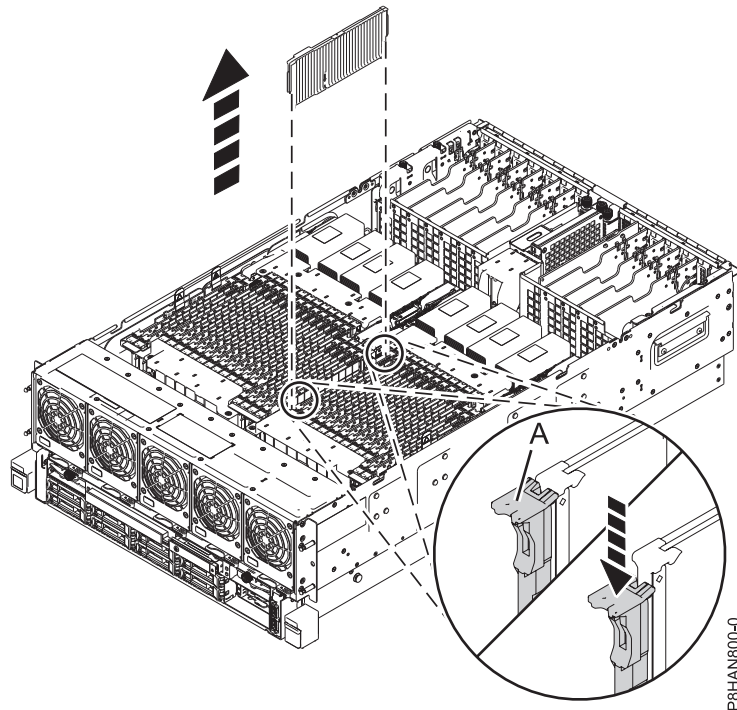

Abbildung 5. Abdeckblende eines Speichers aus einem Speichersteckplatz in einem System vom Typ 8408-44E oder 8408-E8E ausbauen
- a. Um die Speicherabdeckblende von dessen Anschluss im Steckplatz zu entriegeln, drücken Sie die Verriegelungszungen (A) in die Richtung, die angezeigt wird in Abb. 5 auf Seite 8. Durch die Hebelwirkung der Zungen wird die Speicherabdeckblende aus dem Anschluss gelöst.